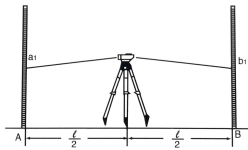

图12
- (1) 安置仪器于标尺 A、B 中间，A、B 标尺相距约 30~40 米，读数分别为 a_1 、 b_1 。(图 12)